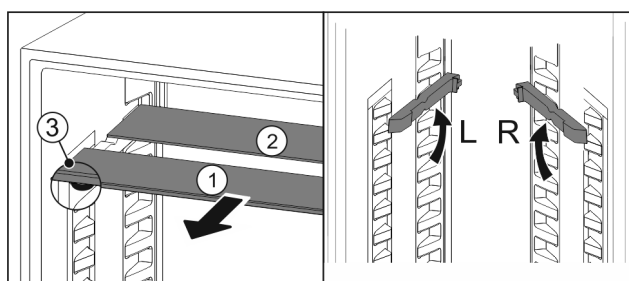

Fig. 71
- Glasplaten afzonderlijk vanaf de voorkant eruit trekken Fig. 71 (1).
- ▷ Glasplaat Fig. 71 (1) met sierlijst ligt voor.
- ▷ Stops Fig. 71 (3) zijn naar onder gericht.